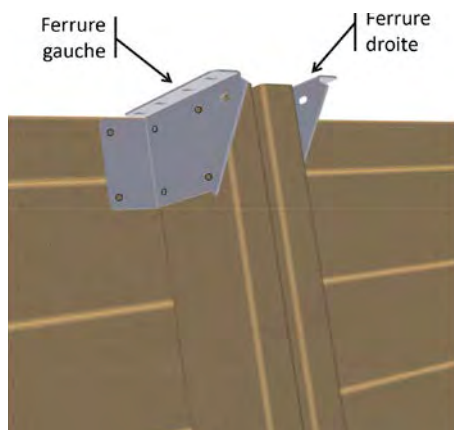

Figure 18 – Mise en place des ferrures en haut des jambes de force
- En haut des quatre jambes de force métalliques et des deux jambes de force en bois montées sur les largeurs de la piscine, mettez en place six ferrures « droite » et six ferrures « gauche » du kit « éléments de fixation » selon la **Figure 18**. Utilisez 6 vis penture torx 6 × 20 en inox a2 (sachet g) par ferrure, soit un total de 72 vis.